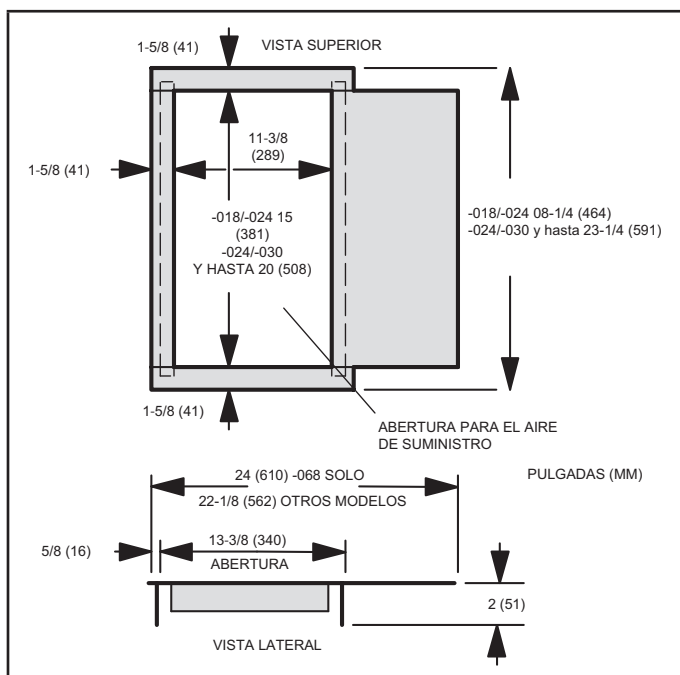

FIGURA 19. Dimensiones de la base para piso combustible de flujo descendente
- 11 - Perfore una abertura del tamaño adecuado para una base para piso combustible. Las dimensiones de la base se ilustran en la figura 19. Después de cortar la abertura, coloque la base añadida. Conecte el pleno del aire de salida a la base añadida. Coloque la unidad sobre la base añadida de modo que las bridas de la unidad se inserten en la abertura de la base y se sellen contra las tiras de aislamiento. Ahora la unidad ya está trabada en su lugar. Instale el pleno del aire de retorno y sujételo con tornillos para lámina metálica.